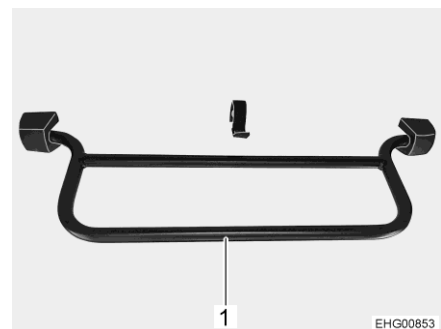

Bild 28 Bygel, uppfällbart tak, bak (C 530)
- Tryck upp bygeln (Bild 28,1). Det uppfällbara taket svänger uppåt av sig självt.